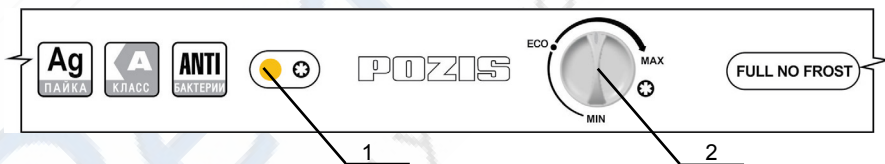

Рис. 4
7.3 Температурный режим в морозильной камере устанавливается путем поворота ручки терморегулятора 1 (рис.4), расположенной на панели управления до выбранного уровня по шкале температурного режима. При этом:
Для качественного замораживания продуктов, предназначенных для длительного хранения, их следует загружать в морозильную камеру порциями, общий вес которых не превышает мощности замораживания, указанной в разделе «Технические данные». При загрузке продуктов, в количестве, превышающем мощность замораживания, увеличивается время полного замораживания. Если Вы хотите сократить время замораживания продуктов, то можете использовать режим замораживания. Режим замораживания включается поворотом ручки терморегулятора 1 (рис.4) по часовой стрелке до уставки «❄» при этом на панели управления загорается индикатор желтого цвета 2 (рис.4).
Данный режим обеспечивает увеличение времени работы компрессора в циклическом режиме до достижения низких температур, необходимых для быстрого замораживания продуктов. Рекомендуется после 24 часов заморозки продуктов перевести холодильник в нормальный режим работы. Для этого поверните ручку терморегулятора 1 (рис.4) против часовой стрелки в первоначальное положение при этом индикатор желтого цвета 2 на панели управления гаснет.